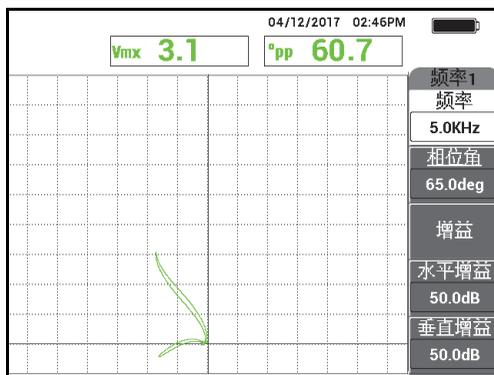

图 5-184 两个凹槽的扫查信号
3. 慢慢地扫查管件，直到 10 % 内壁缺陷和 20 % 外壁缺陷显示在屏幕上。当 NORTEC 600 仪器屏幕上出现了凹槽信号时，按冻结键（❄️）（参见第 241 页的图 5-184）。